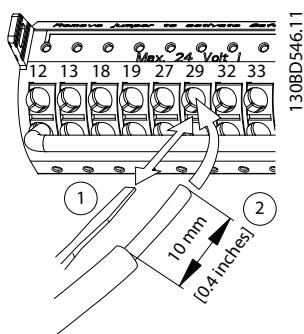

图 5.20 连接软质控制线缆
- 对于软质线缆, 将一把小螺丝刀插入端子孔之间的插槽中, 向上轻推螺丝刀以打开触点。请参阅图 5.20。然后, 将剥去外皮的线缆插入到触点中并取出螺丝刀。